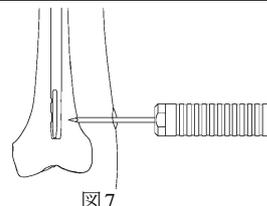

図7
- 3) ロッキング用ラジオールセントオウル (キリ先 4.2) にて皮質を確実に穿孔します。(図7)